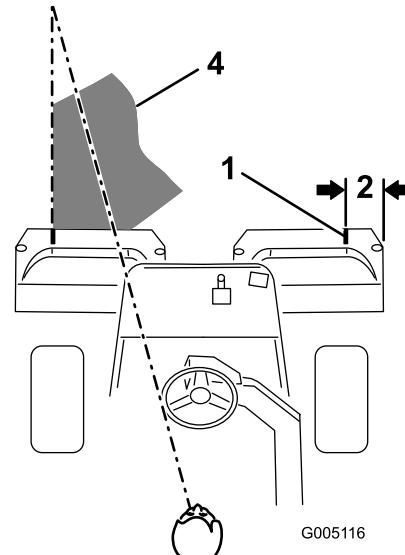

Figura 39
- 3. Debe haber un solape mínimo con las pasadas anteriores. Para ayudar a mantener una línea recta a través del green y mantener la máquina a la misma distancia de la pasada anterior, establezca una línea visual imaginaria desde unos 2 o 3 m por delante de la máquina hasta el extremo de la parte no segada del green (Figura 39). Puede ser útil incluir el borde exterior del volante como parte de la línea imaginaria, es decir, mantener el borde del volante alineado con un punto que se mantiene siempre a la misma distancia de la parte delantera de la máquina (Figura 39).